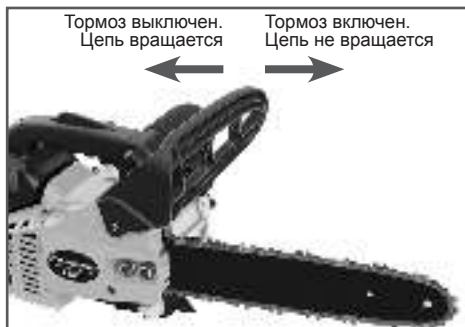

Рис. 6 Проверка механического тормоза цепи
Тормоз цепи выключен (цепь может вращаться), когда ручка тормоза взведена (Рис. 6).
Тормоз цепи включен (цепь не имеет возможности вращаться), когда ручка тормоза находится в отжатом положении (Рис. 6).
3. Используя тормоз цепи, переместить левое запястье от себя и нажать им на ручку тормоза, не отпуская рукой переднюю рукоятку бензопилы (Рис. 6).
6. Введите ручку тормоза (Рис. 6).
4. Убедитесь, что тормоз цепи включен (цепь заторможена), как показано на Рис. 6.
После запуска двигателя немедленно выключите тормоз пильной цепи. Для этого потяните ручку тормоза на себя до щелчка (Рис. 6). Будьте осторожны, цепь начнет движение.